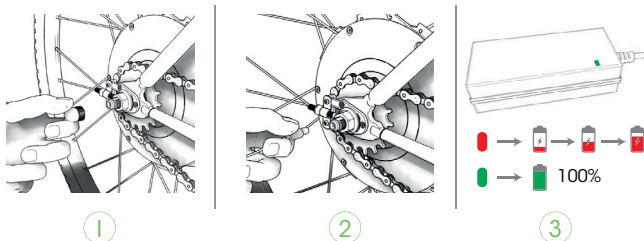

Abbildung 4: BIKE All in One aufladen
2.3 BIKE all in one aufladen (siehe Abbildung 4)